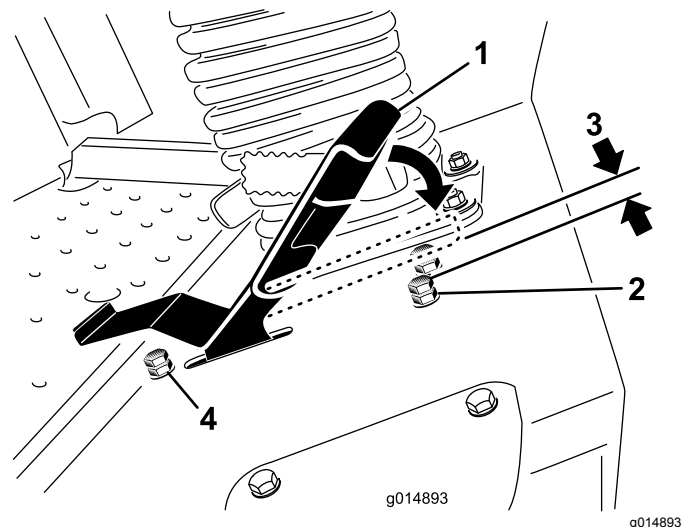

Figura 49
3. Solte a porca de bloqueio no parafuso de paragem do pedal de tração (Figura 49).